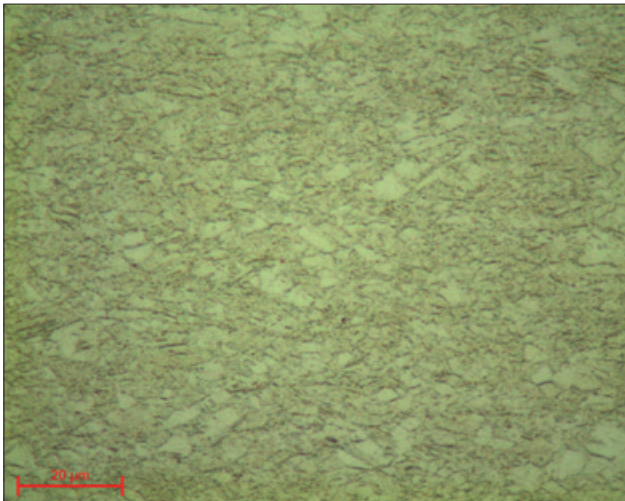

Fig 17 : Laiton après attaque
- La solution alcoolique de chlorure de Fe III acide (figure 17)